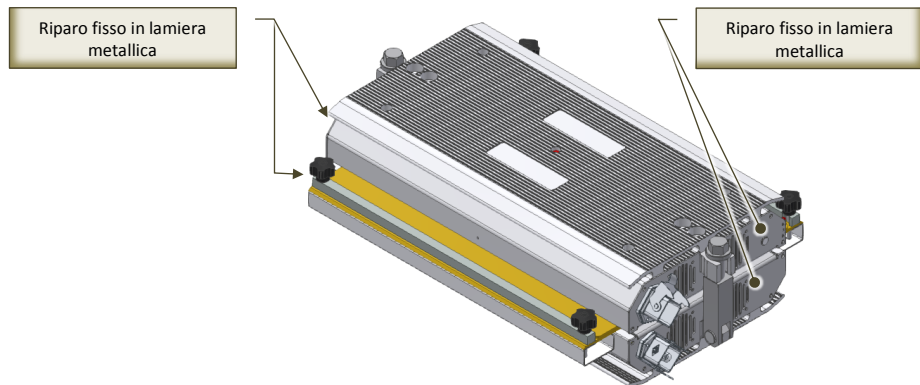

Fig. 7-8 - Ripari fissi di protezione ventole di raffreddamento
- **Riparo fisso** - riparo mantenuto in posizione (cioè chiuso) in modo permanente (mediante saldatura, ecc.) o per mezzo di elementi di fissaggio (viti, dadi, ecc.) che ne rendono impossibile la rimozione/apertura senza l'ausilio di utensili (Fig. 7-8).